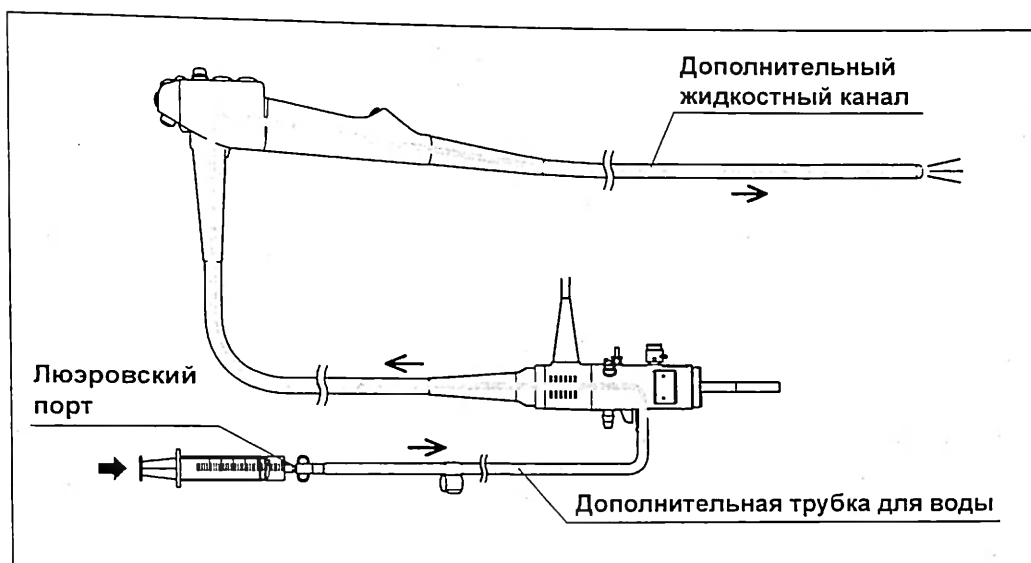

рисунок 5.29
- 11 Заполните воздухом и присоедините к люэровскому порту дополнительной трубки для воды шприц, продуйте дополнительный жидкостный канал, используя 30 мл воздуха. (см. рис. 5.29)
- 4 Заполните шприц раствором дезинфицирующего средства и присоедините его к люэровскому порту дополнительной трубки для воды, с напором промойте дополнительный жидкостный канал, используя 60 мл раствора. Убедитесь в том, что во время второго промывания из дистального конца не выходят пузырьки воздуха. (см. рис. 5.29)
- 5 Заполните воздухом и присоедините к люэровскому порту дополнительной трубки для воды шприц, продуйте дополнительный жидкостный канал, используя 30 мл воздуха. (см. рис. 5.29)